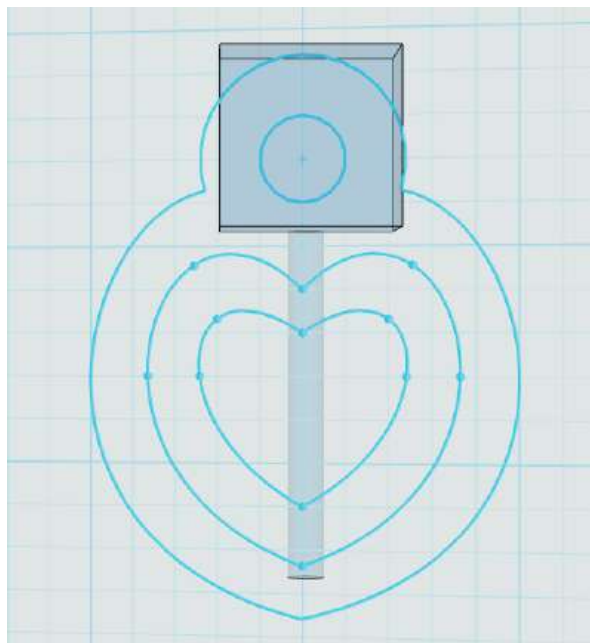

图 1-9
Step 9 点击完成，草图绘制完毕，如下图 1-9 所示：